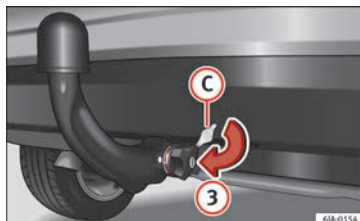

Abb. 199 Aufsetzen der Schlossabdeckung
- Schließen Sie das Schloss des Handrändelrads, indem Sie den Schlüssel (B) bis zum Anschlag in Pfeilrichtung (1) nach rechts drehen – der Pfeil auf dem Schlüssel zeigt auf das Symbol „Schloss geschlossen“.
- Ziehen Sie den Schlüssel in Pfeilrichtung (2) ab.
- Setzen Sie die Abdeckung (C) in Pfeilrichtung (3) » Abb. 199 auf das Schloss des Handrändelrads.